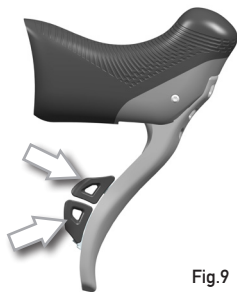

Fig.9
- mova repetidamente a alavanca inferior, como se quisesse subir para as rodas dentadas maiores (Fig. 9).
- mova repetidamente a alavanca superior, como se quisesse descer para as rodas dentadas menores (Fig.9).